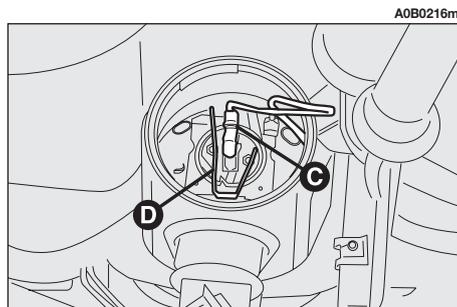

Abb. 34
- Den Kabelschuh des Versorgungsleitung (**C, Abb. 34**) entfernen.
- Die Haltefeder der Glühlampe (**D, Abb. 34**) aushaken und die Lampe herausnehmen.
– Die neue Lampe einsetzen, wobei die Flügel des Metallsockels in die betreffenden Aussparungen des Scheinwerferreflektors eingeführt werden, und die Haltefeder der Glühlampe (**D, Abb. 34**) wieder befestigen.
– Den Kabelschuh auf das Versorgungskabel (**C, Abb. 34**) montieren.